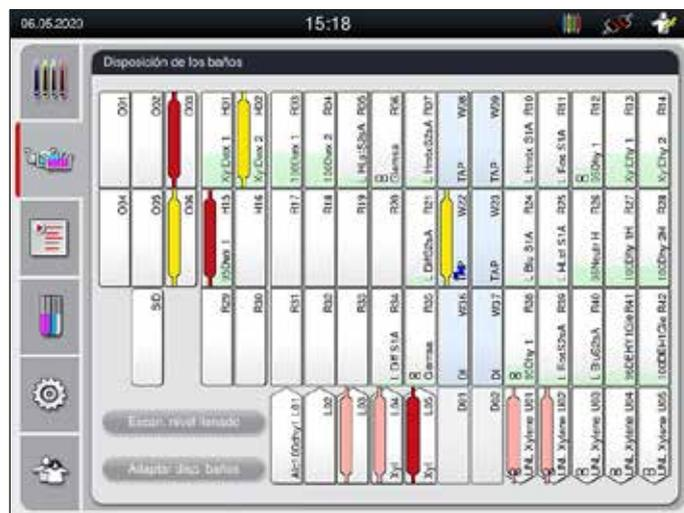

Fig. 87
8. El color de asa detectado y la abreviatura de programa asignada se muestran en la estación correspondiente de la disposición de los baños (→ "Fig. 87").
- Disposición de los baños con detalles de la estación (→ "Fig. 87").
- En la indicación de estado del proceso no se muestran ni la disponibilidad ni el número seleccionado de las diferentes estaciones de descarga. Cuando se utilizan diferentes reactivos en las estaciones de descarga, se recomienda utilizar el menú de disposición de los baños para controlar el proceso (→ "Fig. 87") y poder reaccionar a tiempo cuando se alcanza la capacidad de descarga.